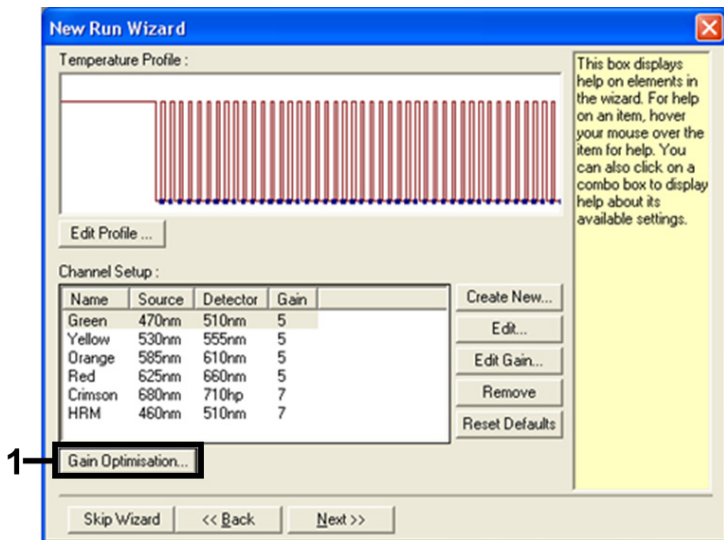

Figura 10. Ottimizzazione del gain.
12. Nella finestra di dialogo successiva fare clic su Gain Optimisation (Ottimizzazione gain) (Figura 10).